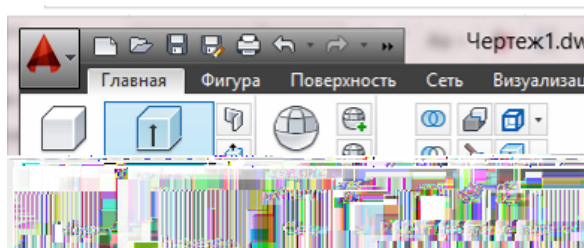

Рис.14 – Расположение команды «ВРАЩАТЬ»
5.7 Выбрать команду «ВРАЩАТЬ»  на вкладке **Главная** → **Моделирование** → **Вращать** (см. рис. 14) и выполнить вращение вокруг оси на угол 360°.